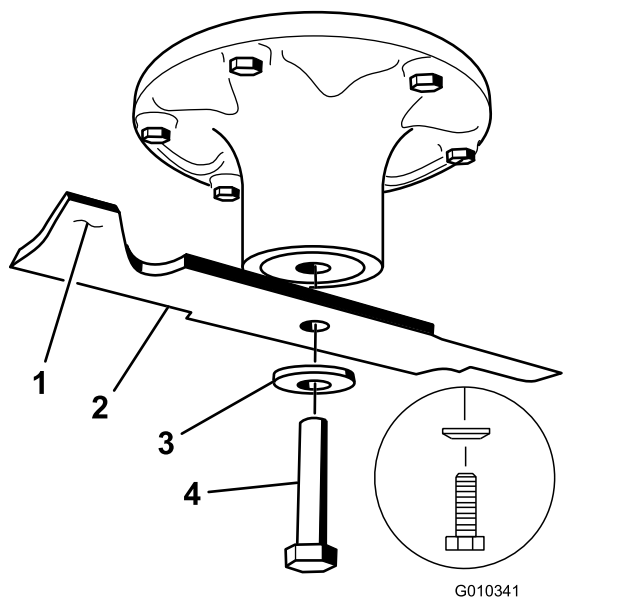

Figure 77
2. Enlevez de l'axe, le boulon, la rondelle bombée et la lame (Figure 77).